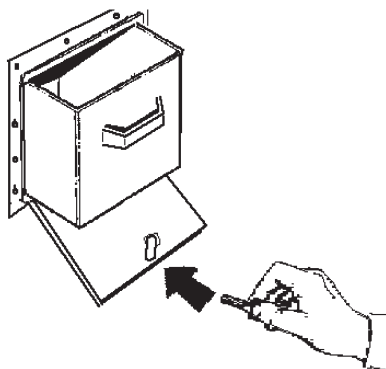

Fig. 6.1
- Aprire il pannello della porta della cassa monete con chiave (vedi fig.6.1).
- Open the door panel of the coin box with its key (fig.6.1).